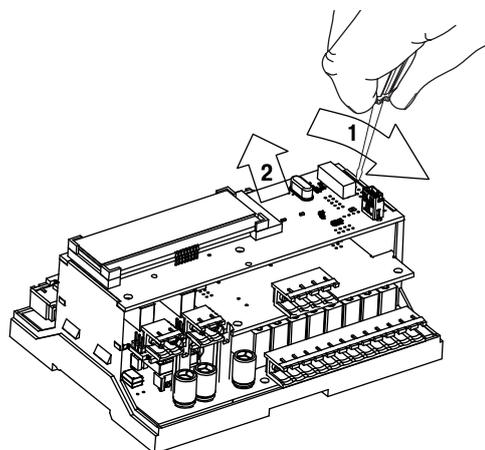

Fig. G.2 Retirer la plaque de circuit supérieur
2. Utilisez un tournevis pour soulever la plaque de circuit supérieur près du connecteur USB et déconnectez-le doucement de la plaque de circuit du milieu (Figure G.2).
2. Utilisez un tournevis pour soulever la plaque de circuit supérieur située près du connecteur USB et déconnectez-la doucement de la plaque de circuit du milieu (Fig. G.2, H.1a).